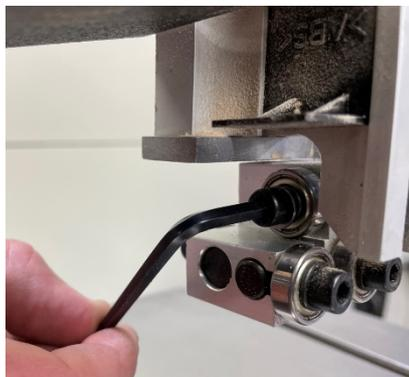

Figure 4
- Démonter le roulement de découpe classique supérieur. (Fig 4)